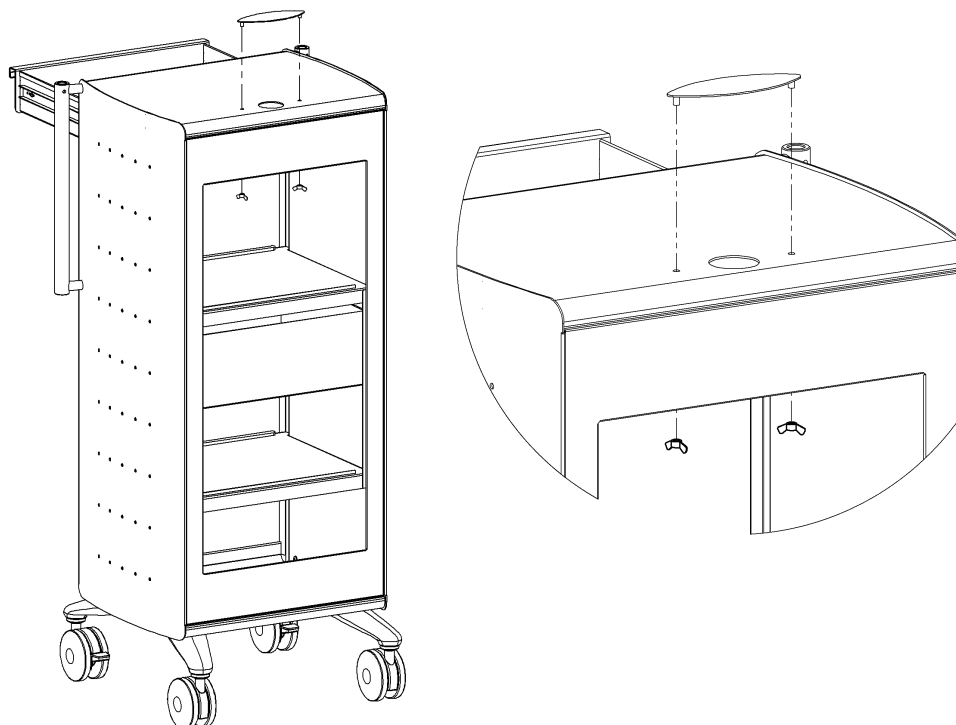

Figure 6. Retrait de la plaque de la tour du moniteur
2. Dévisser les deux écrous à oreilles de la plaque située sur le dessus du chariot et retirer la plaque. Consulter la figure 6 - Retrait de la plaque de la tour du moniteur, ci-dessous.